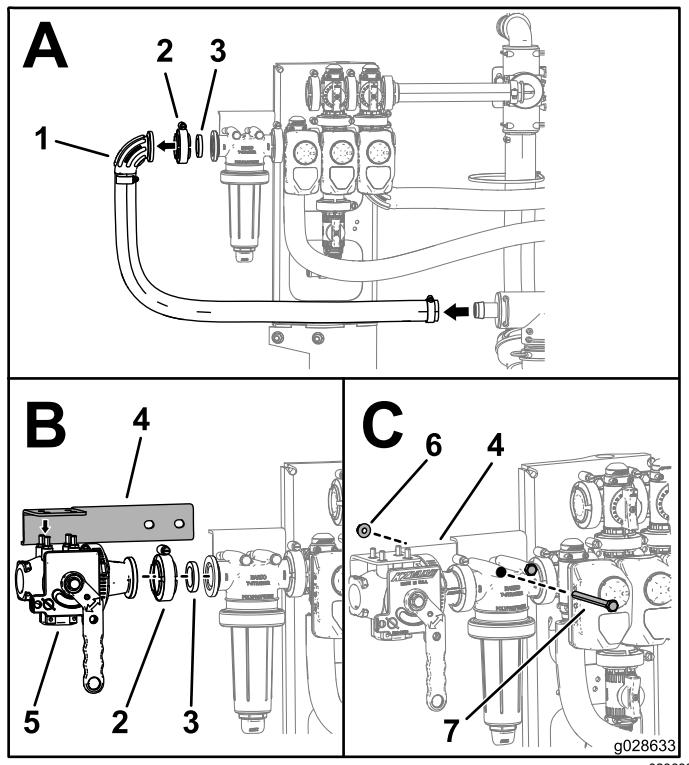

Figura 21
- Retire el codo, la abrazadera con bridas, la junta, el codo y la manguera de entrada del cabezal del filtro de presión (cuadro A de Figura 21).
- Coloque el soporte de la válvula sobre la válvula del eyector, como se muestra en el cuadro B de Figura 21.
- Instale la válvula del eyector usando la junta y la abrazadera con bridas que desmontó en el paso 1; consulte el cuadro B de Figura 21.
- Sujete el soporte al conjunto de válvula de brazo usando los pernos y tuercas que están instaladas actualmente en el filtro de presión; consulte el cuadro C de Figura 21.